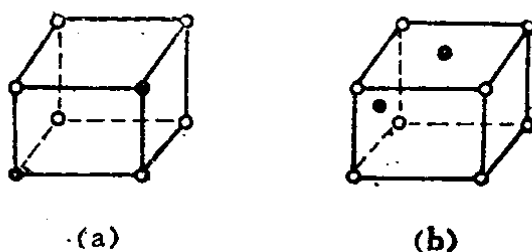

图 1—3 固熔体示意图
(1) 固熔体：固熔体是一种物质均匀地溶解在另一种物质内形成单相的晶体结构。根据原子在晶格上分布的形式，固熔体可分置换固熔体和间隙固熔体。某一种元素晶格上的原子部分地被另一种元素的原子所取代的固熔体，叫置换固熔体；如果另一元素的原子挤入某元素晶格原子之间的空隙中，则称为间隙固熔体，见图 1—3。